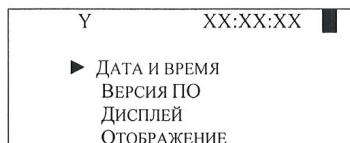

Рисунок 3
8.2.6 Нажатием кнопки «▼» выбрать меню «Настройки», нажать кнопку «Ввод» и наблюдать на ЖК-индикаторе рисунок 3.